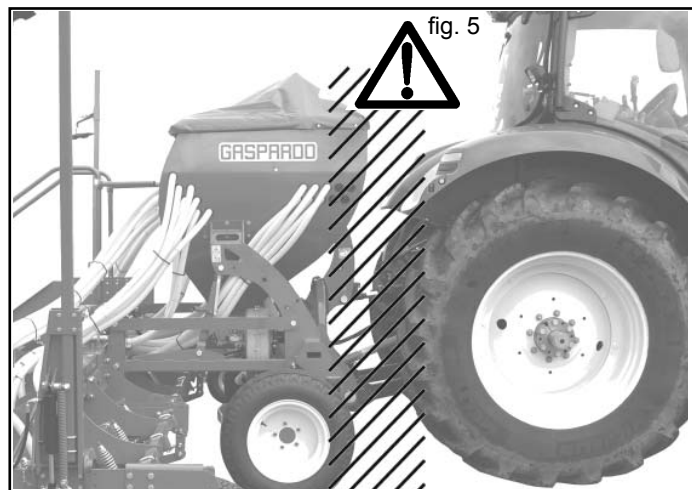

fig. 5
- 5) Il est absolument interdit de se mettre entre le tracteur et l'attelage pour manoeuvrer la commande de levage de l'extérieur (Fig. 5).
- 6) Il est absolument interdit de se mettre entre le tracteur et l'équipement (Fig. 5) si le moteur est en marche et le cardan est enclenché. Il n'est possible de s'interposer entre le tracteur et l'équipement qu'après avoir actionné le frein de stationnement et avoir inséré, sous les roues, une cale en bois ou un caillou de blocage de dimensions appropriées.